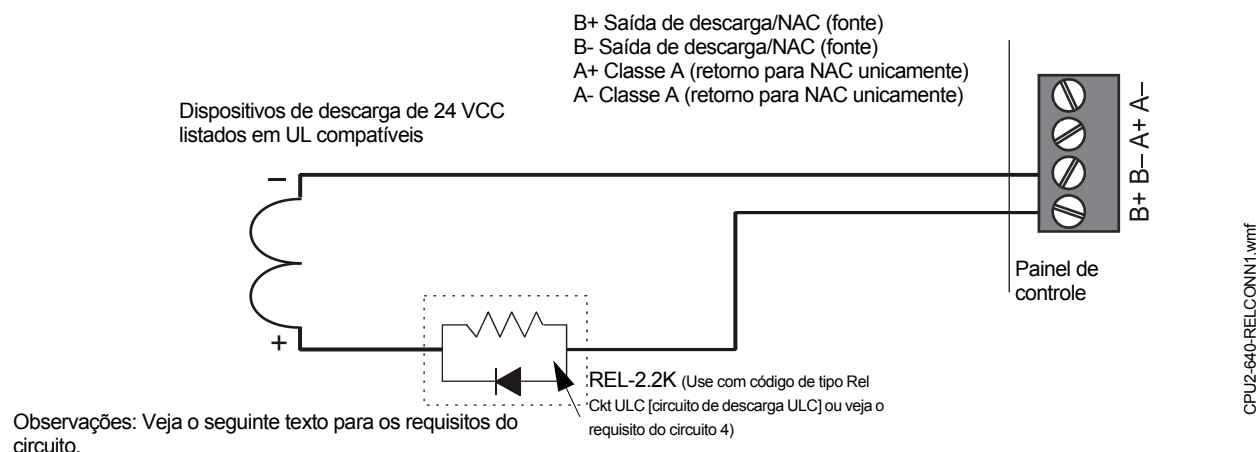

Figura 4.6 Conexão estilo típico 4 de um dispositivo de descarga ao painel de controle
- a) Utilize um dispositivo de supervisão alinhado (P/N REL-2,2K) em os circuitos de descarga do painel de controle. Conecte o dispositivo de fim de linha como indicado na figura 4.6.